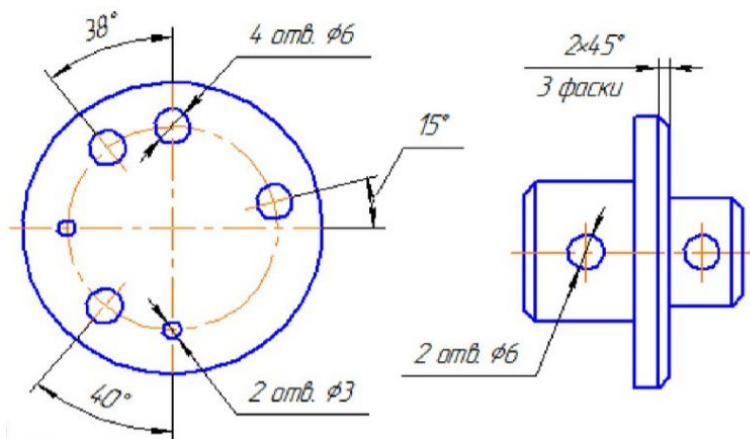

Рисунок 2.1
- При изображении детали в одной проекции размер ее толщины или длины наносят, как показано. (Рисунок 2.1)